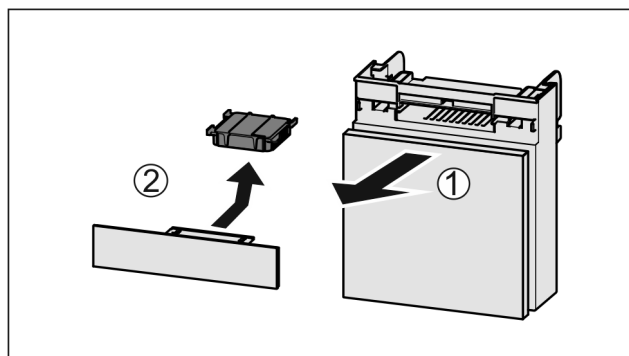

Fig. 171
- Zásuvku vytáhněte dopředu Fig. 171 (1).
- Filtr s aktivním uhlím vyjměte Fig. 171 (2).